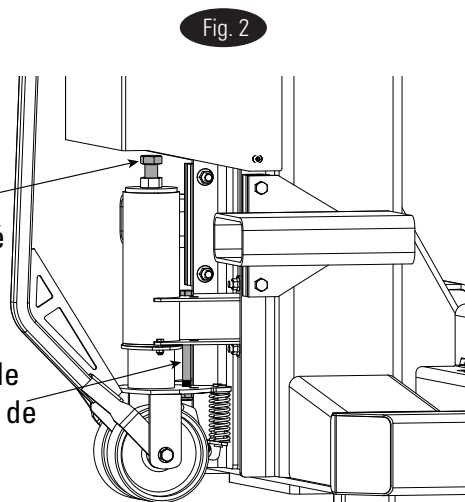
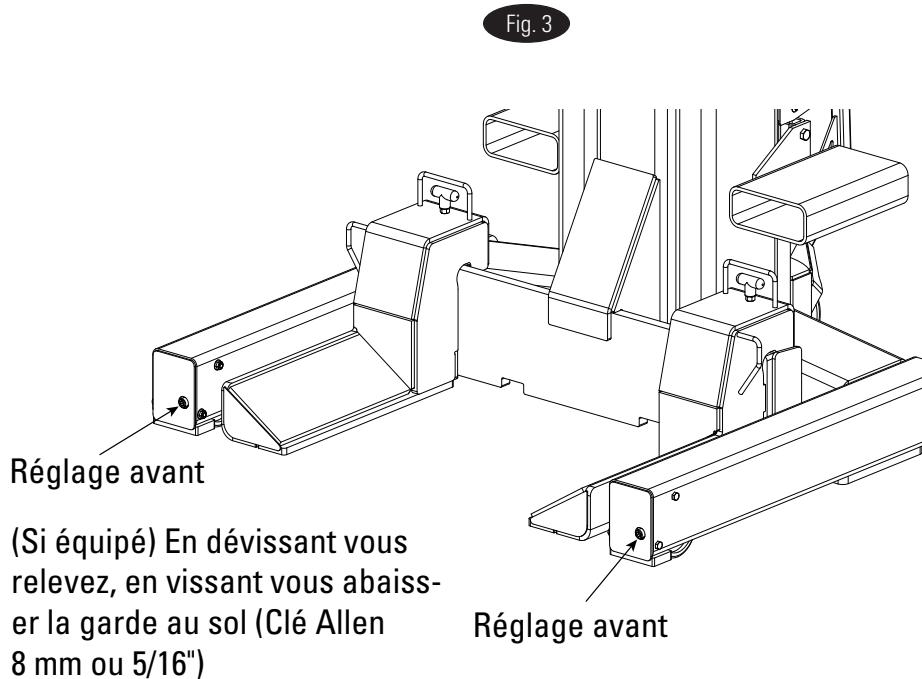

Fig. 2
Fig. 3
2. Réglage des roues : Retirez les boulons qui maintiennent en place les roues, Fig. 2. Réglez le boulon M20 (clé de 30 mm ou 1 - 3/16") pour fournir un dégagement au sol à l'arrière de la colonne (dégagement recommandé d'environ 3/8"), Fig. 2. Réglez les boulons à tête creuse M10 (8 mm ou 5/16") à l'avant des jambes, jusqu'à ce que la tête affleure la surface. Le pont élévateur compressera les ressorts et se positionnera au sol lorsqu'il est chargé, Fig. 3.